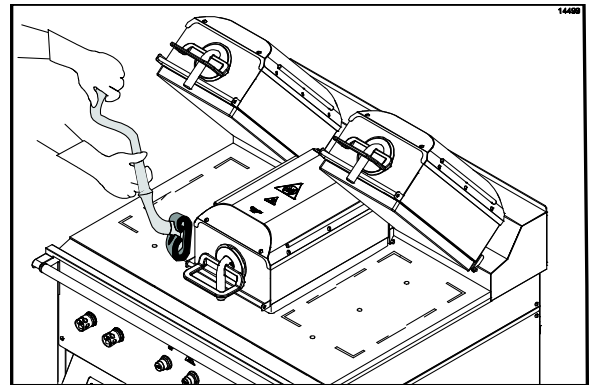

Abbildung 94
20. Auf beide Seiten der mittleren oberen Grillplatte Grillreinigungsflüssigkeit auftragen. (Siehe Abbildung 94.)